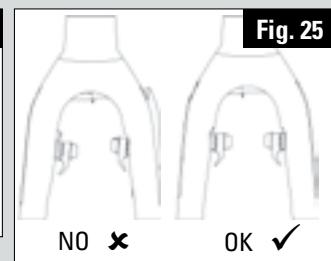

Fig. 25
3. Regolazione tensione della molla (chiave a brugola da 2 mm, Fig. 25): regola la tensione delle molle in modo da rendere simmetrico il movimento delle leve.